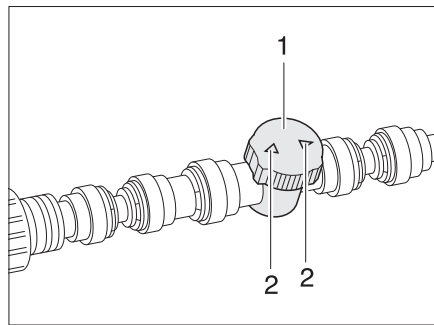

Bild 112 Regler Fußbodenerwärmung/
- Den Regler (Bild 112,1) auf die gewünschte Durchflussleistung stellen (max. Durchfluss = Pfeile (Bild 112,2) in Leitungsrichtung).
- Den Regler (Bild 112,1) so drehen, dass die Pfeile (Bild 112,2) quer zur Heizleitung stehen.